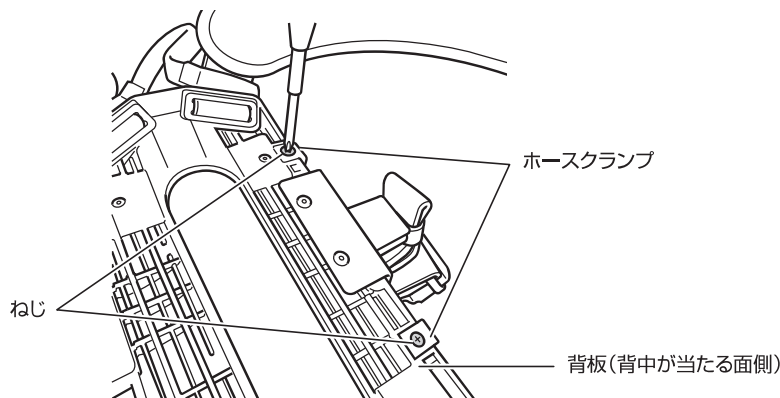

図77 ねじ(2箇所)を外す
1. ホースクランプを止めているねじ(2箇所)をプラスドライバー(サイズ2番)で外す。(図77参照)